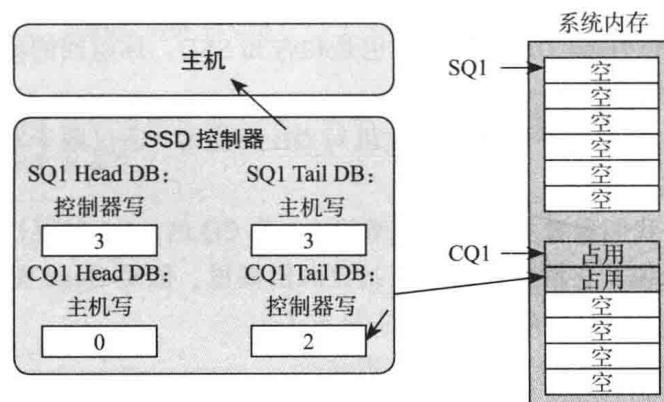

图 6-17 SSD 完成两个命令后写 CQ
4) SSD 执行完了两个命令，于是往 CQ1 中写入两个命令完成信息，更新 CQ1 对应的 Tail DB 寄存器，值为 2。同时发消息给主机：有命令完成，请注意查看，如图 6-17 所示。